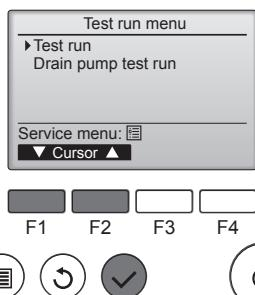

Fig. 8-2
- Vælg "Test run" (Testkørsel) i Test run menu (Testkørselsmenu), og tryk på knappen [VÆLG]. (Fig. 8-2)